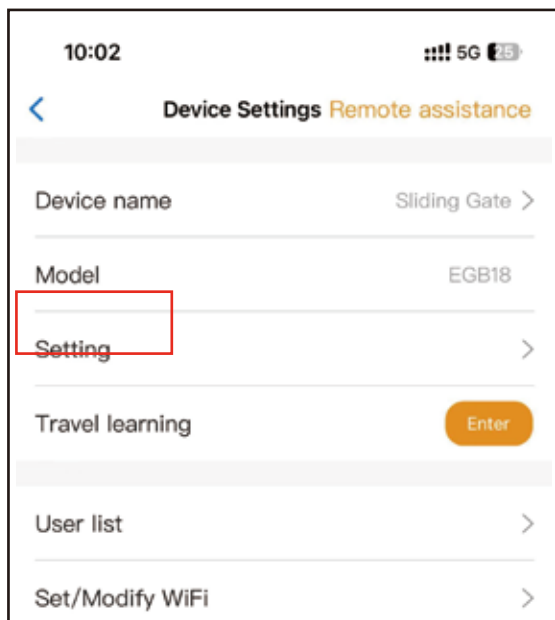

Abb. 11
Schritt 1. Wählen Sie das Gerät aus und drücken Sie oben rechts auf „“. Klicken Sie auf „Einstellung“. (Abb. 11)